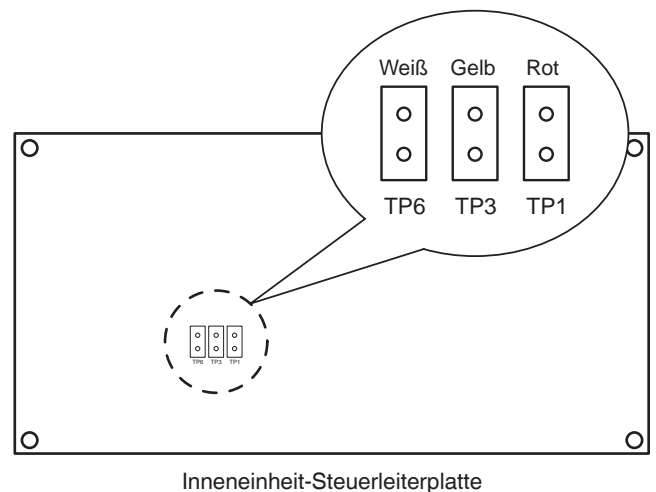

Abb. 8-1
2. Öffnen Sie die Abdeckung am Gehäuse für die elektrischen Komponenten und machen Sie den Ort der Kurzschlussstifte an der Inneneinheit-Steuerleiterplatte ausfindig (Abb. 8-1).